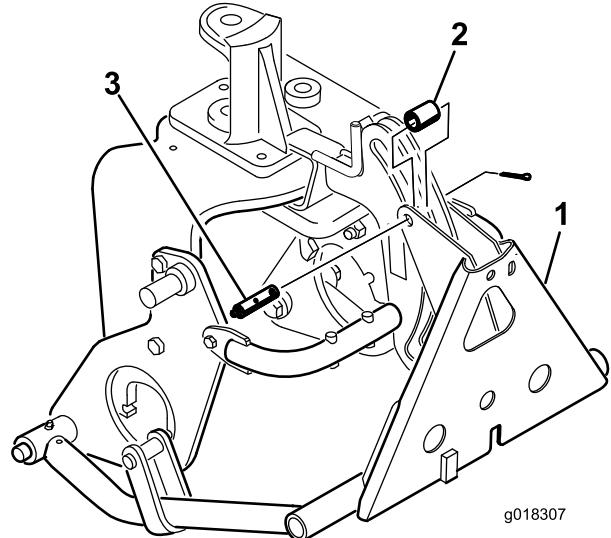

Figure 12
- Montez le haut du corps du vérin hydraulique sur la goupille. de la plaque de support droite avec une bague de retenue (Figure 12). Les orifices hydrauliques du vérin doivent être positionnés vers l'avant.
- Montez la tige de vérin sur les fixations des bras de poussée avec une goupille et 2 bagues de retenue (Figure 12).